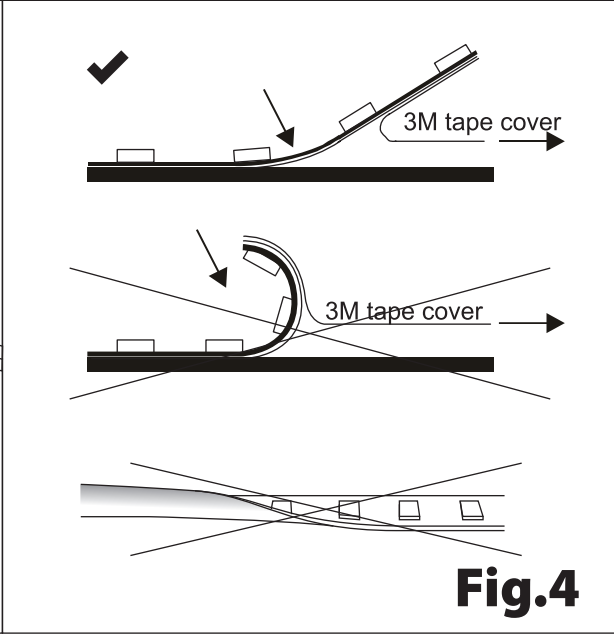

Fig.4
- d. Mocowanie paska LED odbywa się za pomocą podwójnej taśmy samoprzylepnej z tyłu. Uważaj, aby nie zgiać nadmiernie paska (> 30°). Nie przekręcaj taśmy. W takich sytuacjach należy użyć specjalnych akcesoriów połączeniowych (rys. 4).